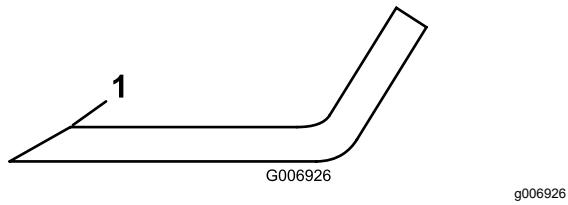

図 73
- 全部のブレードの切っ先を丁寧に点検する。切っ先が鈍くなっていたり欠けていたりした場合には研磨する。研磨は刃先の上面だけを行い、刃の元々の角度を変えないように十分注意する図73。ブレードの左右を均等に削れば、バランスを狂わすことなく研磨を行うことができる。